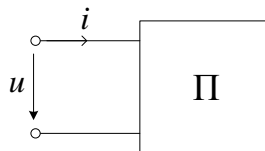

Рис.67. Электрическая схема задания 10 (задача 1).
1. Найти действующие значения тока и напряжения, а также активную, реактивную и полную мощности пассивного двухполюсника (рис.67). Мгновенные значения тока и напряжения двухполюсника заданы в табл. 22.